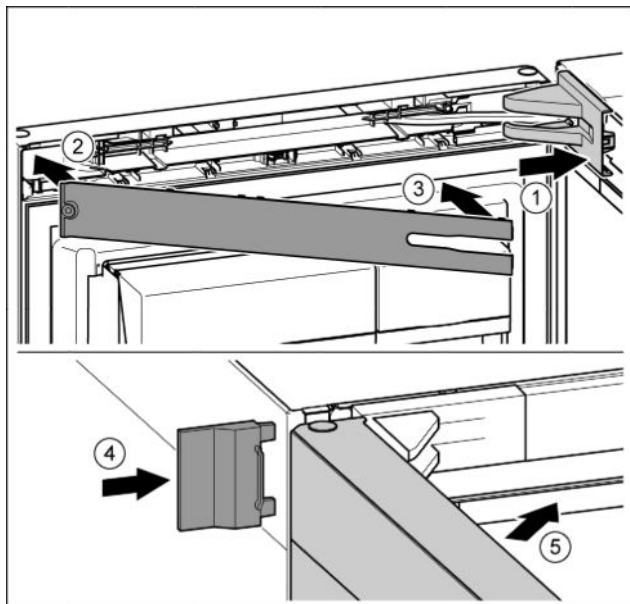

Fig. 48
- Крышку опорного кронштейна установить и зафиксировать, при необходимости, осторожно разжать. Fig. 48 (1)
- Установить накладку. Fig. 48 (2)
- Наклонить и защелкнуть накладку. Fig. 48 (3)
- Надвинуть внешнюю крышку. Fig. 48 (4)
- Закрывать верхнюю дверь. Fig. 48 (5)